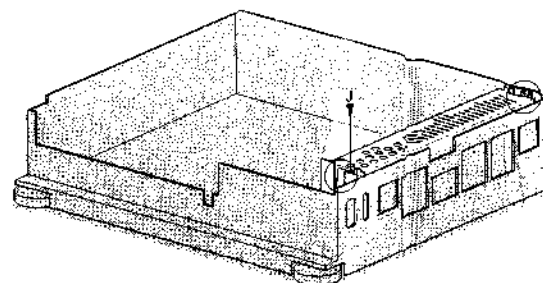
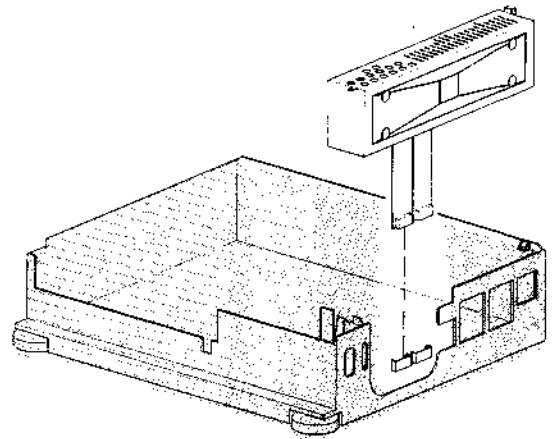

Fig. 2-4
Fig. 2-5
- Schraube J (siehe Bild 2-4) heraus-schrauben.
- Die Stromversorgung ist mittels zweier Einschnappkonstruktionen (siehe Bild 2-4) an dem Gehäuse verriegelt. Durch Entriegeln dieser Einschnappkonstruktionen lässt sich die Stromversorgung dem Gerät entnehmen. Die Stromversorgung kann dann mittels zweier Verlängerungsprintplatten in die Servicestellung gebracht werden (siehe Bild 2-5).